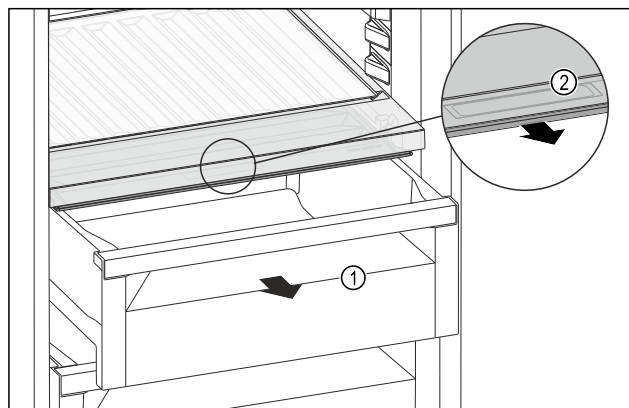

Fig. 86
- ▶ Zásuvku Fig. 86 (1) vytáhněte.
- ▶ Uchopte prohlubeň pro rukojeť Fig. 86 (2) na víku zásuvky a současně zatáhněte za víko zásuvky směrem dopředu.